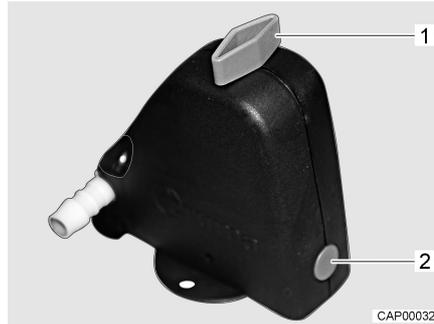
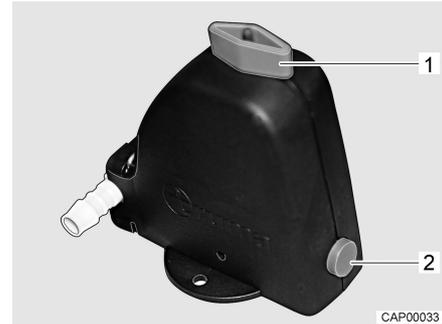

Bild 60 Sicherheits-/Ablassventil geschlossen
Bild 61 Sicherheits-/Ablassventil geöffnet
- Sicherheits-/Ablassventil (Bild 60) öffnen. Dazu Drehknopf (Bild 60,1) längs zum Sicherheits-/Ablassventil drehen. Der Druckknopf (Bild 60,2) springt heraus. Das geöffnete Sicherheits-/Ablassventil ist in Bild 61 dargestellt.